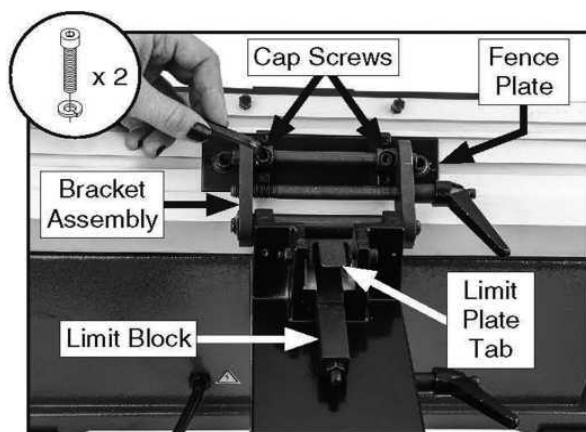

Рисунок 14. Крепление параллельного упора к кронштейну.
4. Надавите на выступ фиксирующей пластины и вставьте ограничительный блок зубчатой стороной вверх (см. Рисунок 14).
5. Используйте винты М6-1 x 20 (2) и стопорные шайбы 6 мм (2) для крепления параллельного упора к кронштейну (см. Рисунок 14).